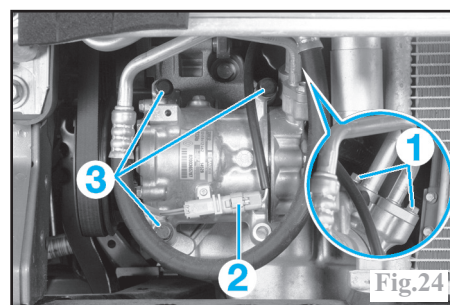

Fig.24
-les conduits d'air (2) de l'échangeur air/air.
-l'échangeur air/air en le basculant vers l'avant pour le dégager de son ancrage supérieur (3) puis vers le haut pour le dégager de ses tampons inférieurs (4).
Déposer les vis de fixation (1) des raccords des canalisations sur le compresseur et les désaccoupler (Fig.24).
-les vis de fixation (1) des raccords des canalisations sur le compresseur et les désaccoupler (Fig.24).